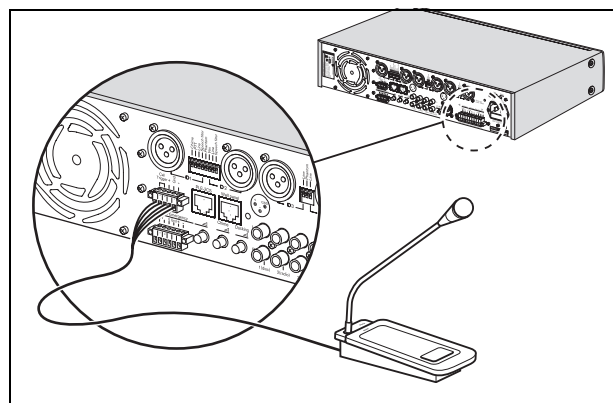

Abbildung 4.4: Euro-Verbindung mit Trigger
- Euro-Verbindung mit Trigger. Siehe Abbildung 4.4.